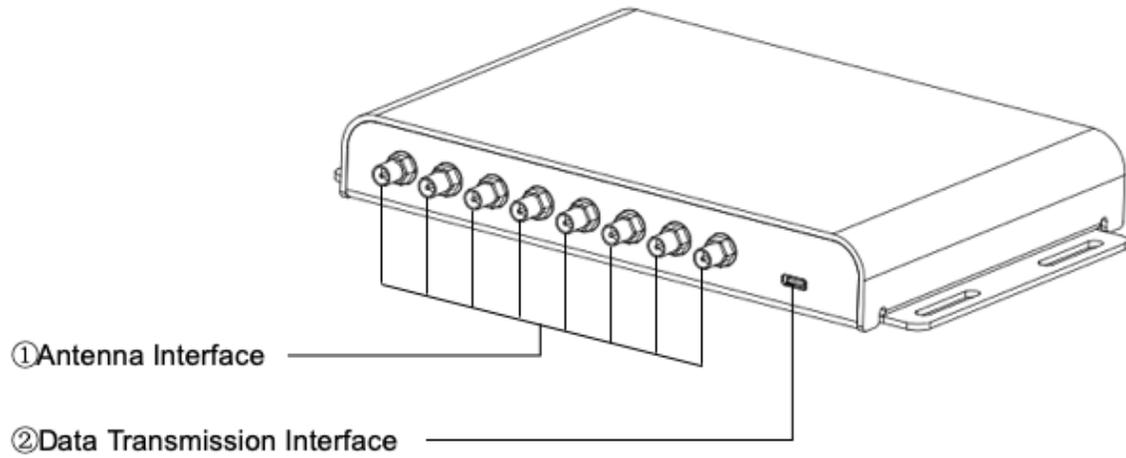

図 1-3-1 外観図 (正面)
アンテナの RF ケーブルを Wired BOX-Type のアンテナポートに接続してください（図 1-3-1 ①参照）。最大で 8 本のアンテナを接続することができます。コネクタのネジは緩みなく締め込んでください。コネクタが緩むと読み取り性能が低下します。
Wired BOX-Type の USB Type-C ポートに同梱の Lightning ケーブルまたは USB Type-C ケーブルを接続し、iOS デバイスに接続してください（図 1-3-1 ②参照）。